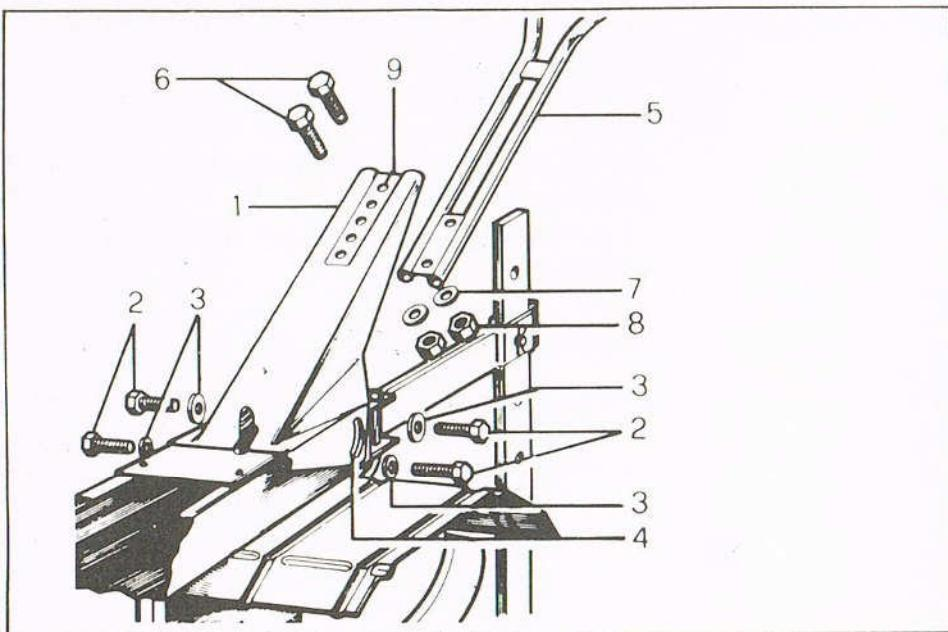

Fig. 5
Montare il supporto (fig. 5, part. 1) sulla motozappa tramite le quattro viti (2) e rispettive rondelle (3).
Secure support (1, fig. 5) to motor-hoe through the four screws (2) and washers (3).
Adapter le support (1, fig. 5) à la motohoue au moyen des quatre vis (2) et des rondelles (3) respectives.
Die Stütze (Bild 5, Detail 1) mit der Motorhölzer durch die vier Schrauben (2) und Scheiben (3) befestigen.